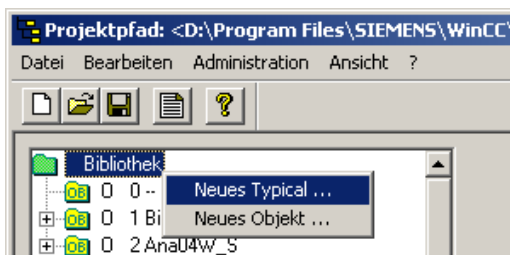

Bild 4-26 Erzeugen eines Typical-Rahmens
1. Selektieren Sie mit der rechten Maustaste die ST7cc Bibliothek und öffnen Sie das Auswahlménü (siehe Bild 4-26).